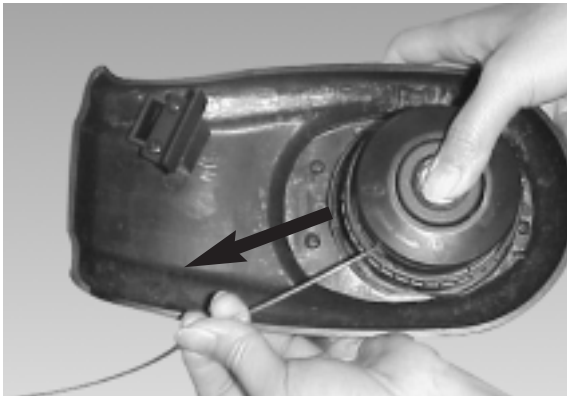

Fig. 23
9. Para probar si la línea está avanzando adecuadamente, presione el botón con su pulgar mientras jala la línea con sus dedos. La línea deberá avanzar libremente. (Fig. 23)